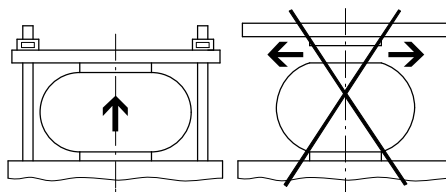

Fig. 2
- S'assurer que le vérin à soufflet ne dépasse pas la hauteur maximale h_{max} . Exemple Fig. 2.